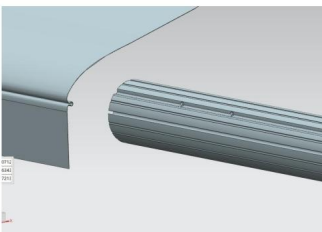
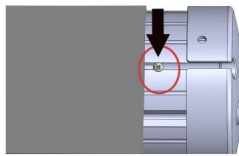
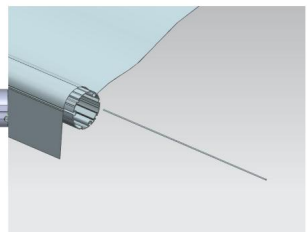

Figure D10
Figure D11
Figure D12
3.5 Ouvrez le tissu, insérez le tissu dans la fente du tube du rouleau, puis insérez l'extrémité avant du tissu dans une autre fente du tube du rouleau, puis fixez le Vissez B pour empêcher le tissu de bouger, puis insérez la bande de tissu dans la fente. (Figure D10, Figure D11, Figure D12)